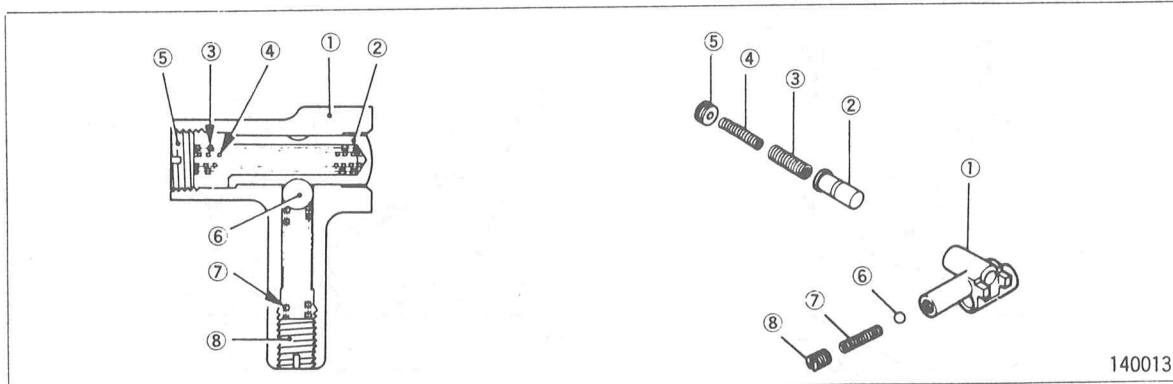

図28 リバース用シフト ラグ
- (25) インタ ロック プランジャをそう入する。
- (26) リバース シフト ラグを組立てる。プランジャ、スプリング等を図28の番号順に組付ける。プラグ⑤及び⑧は、端面が面一になる位置までねじ込む。スプリングの識別は下表のとおりである。